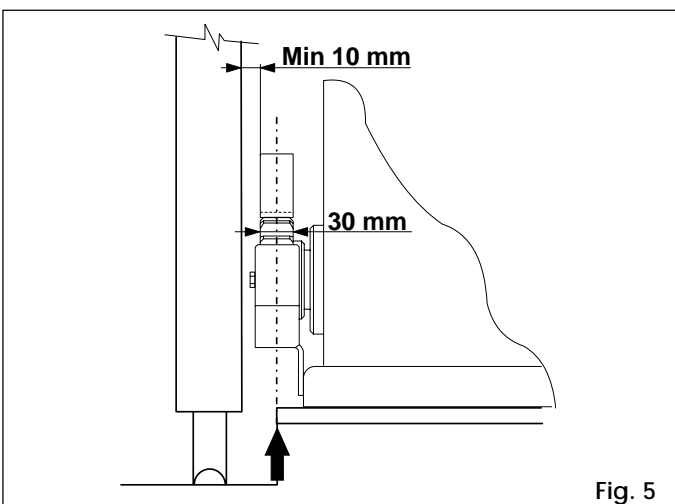
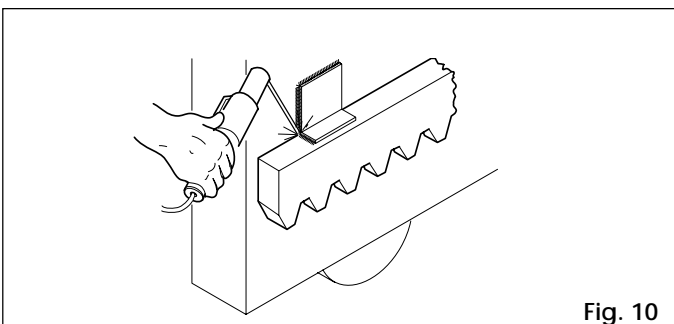

Fig. 5
Fig. 10
Para las cotas de emplazamiento, consultar la fig. 5.
- 3) Regular la altura de las patas de forma que el motorreductor quede elevado a 1 cm de la placa, y también la distancia a la cancela (fig. 5 y 9).
Importante: para fijar la cremallera a la hoja, es necesario construir soportes especiales según el tipo de cancela. En la fig. 10 se ilustra un ejemplo de soporte en "L". Para la posición de los soportes, consultar las fig. 5 y 9.